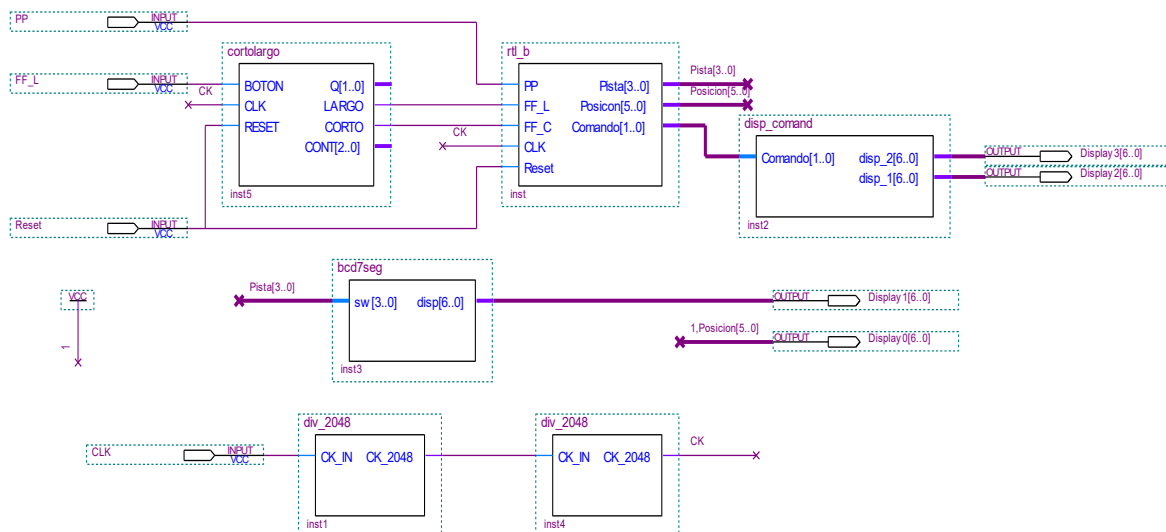

Figura 2. Circuito de prueba de la parte b)
En esta parte se debe incorporar la doble funcionalidad en el botón FF utilizando el circuito **CortoLargo** diseñado en la práctica 2 según se detalla en la figura 2.
- Generar un proyecto con el circuito de la figura 2, donde **RESET** se conectará al switch SW9, **PP** al switch SW0, **FF** al pulsador 1 y **CLK** al reloj de la placa DE0. Las salidas se conectarán al display 7 segmentos como es habitual.